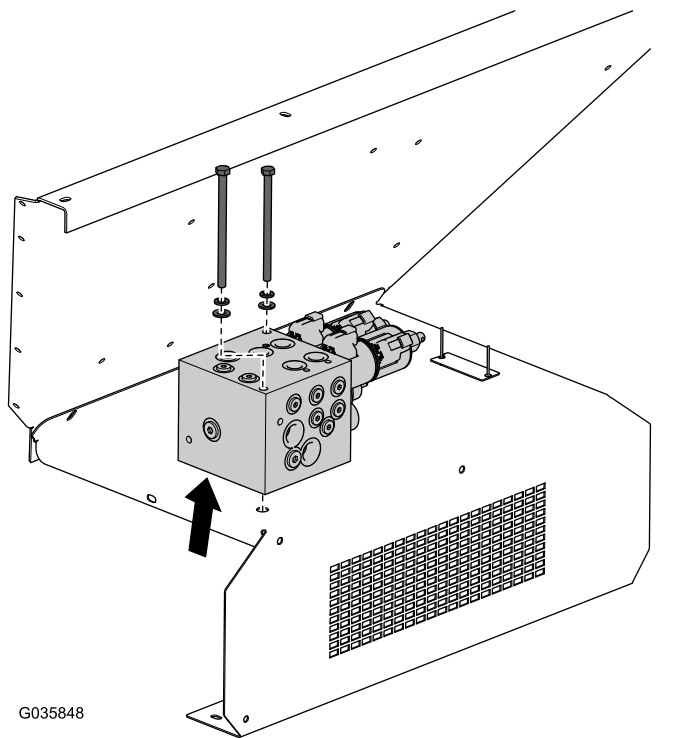

图5
1. 从歧管挡块上拆下并保留螺栓和垫圈以备随后的安装之用图5。
3. 将歧管提高冲洗防护装置高度足以卸除现有冲洗防护装置即可 图5。